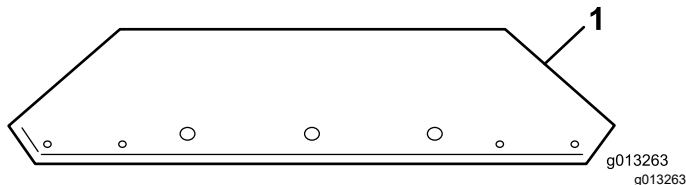
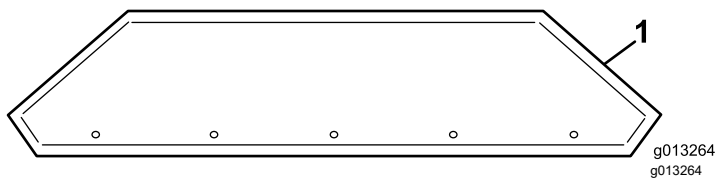

Figura 13
Figura 14
- Estraete le prolunghe della tramoggia dalla scatola e individuate l'anteriore e la posteriore (Figura 13 e Figura 14).